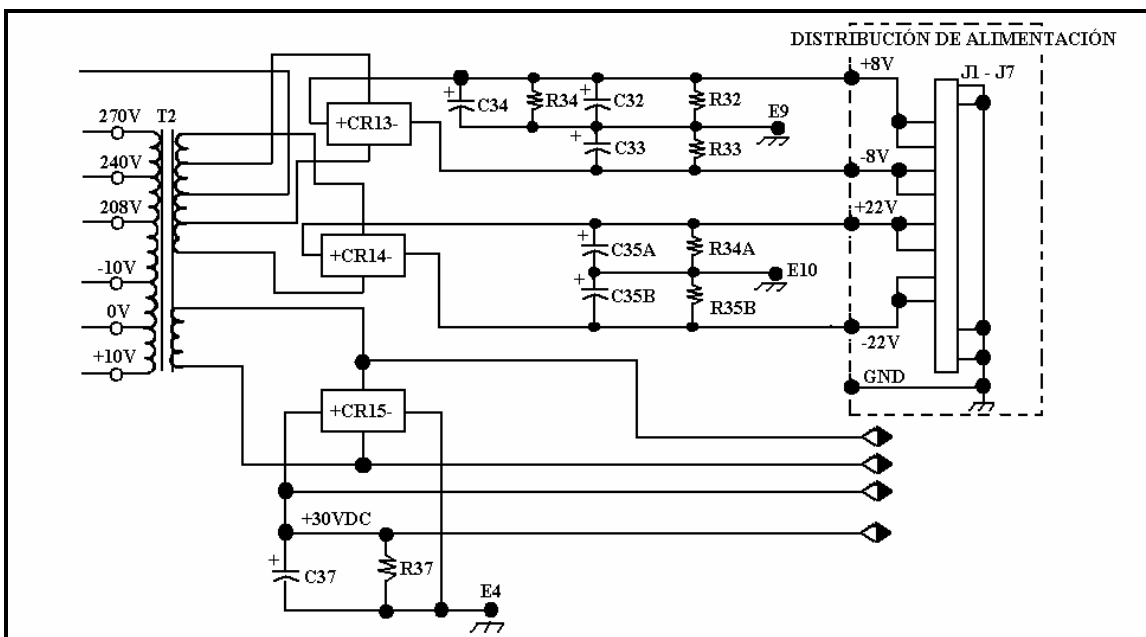

FIGURA 2.5.1 Circuito de la Fuente de Alimentación de Bajo Voltaje.
La Fuente de Alimentación de Bajo Voltaje utiliza rectificadores de onda completa y arrollamientos con derivación para proporcionar cinco voltajes dc diferentes no regulados los cuales son: +8V, -8V, +22V, -22V y +30V. Todos los circuitos lógicos y otros más, excepto el Amplificador de Potencia RF (PA) y los módulos del Excitador de RF, operan con la alimentación de Bajo Voltaje. Para los siguientes párrafos ver figura 2.5.1.